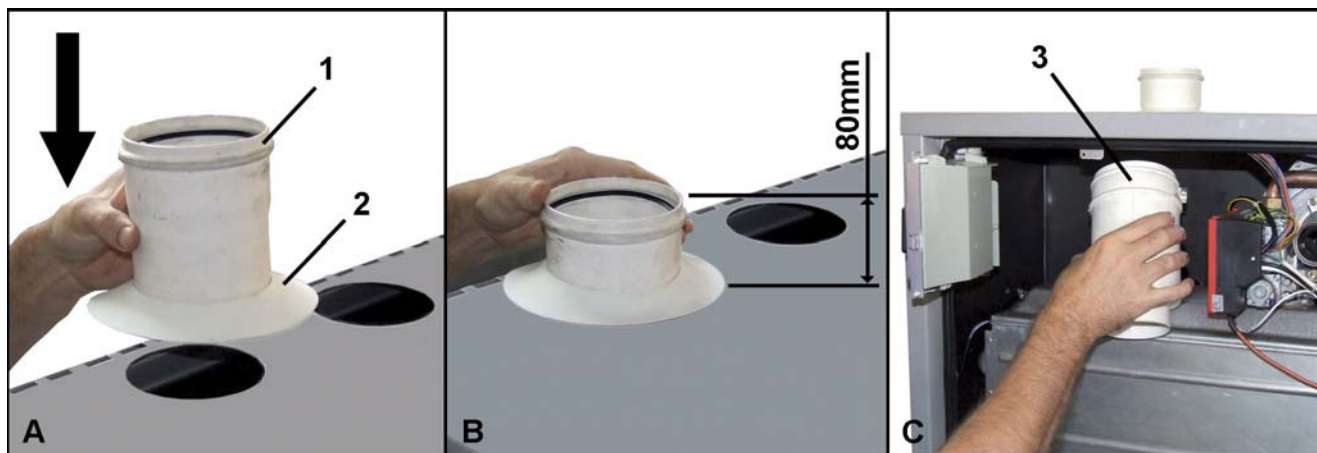

fig. 33
- B Respetar la altura indicada en el recuadro "B" de fig. 33. Aumentar dicha altura 5 mm por cada módulo.